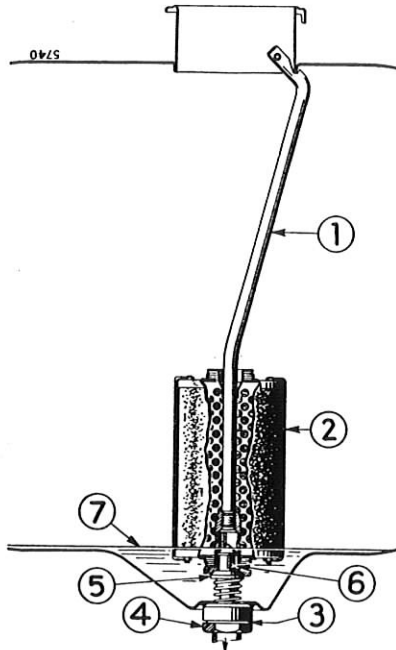

Bild 59
Zum Reinigen das Filter am Griff (1), Bild 59, nach unten drücken, vom Ventilkegel (5) des Bodenventils (4) abheben und aus dem Kraftstoffbehälter herausnehmen. Sobald das Filter abgehoben wird, gleitet der Ventilkegel durch Federdruck nach oben und verschließt die Ablauföffnung (6), so daß kein Kraftstoff mehr ausfließen kann.
Zur Reinigung des Kraftstoffbehälters kann das Bodenventil (4), Bild 59, herausgeschraubt werden.